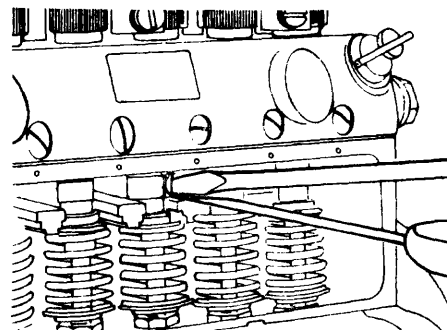

Fig. 4
- b Observe la cantidad de aceite de prueba inyectado, y regule cuando sea necesario (fig. 4).